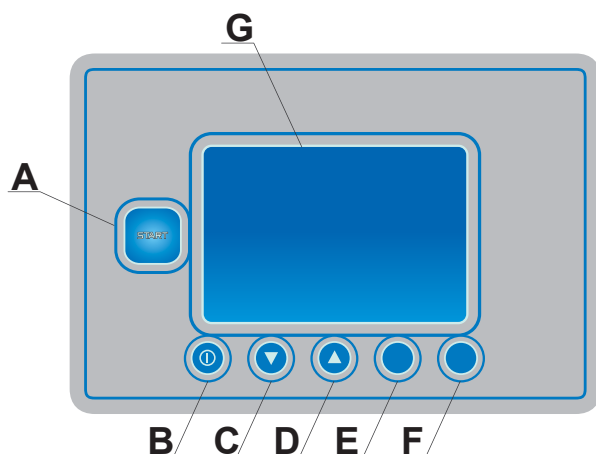

fig. 7
- Aprire il rubinetto dell'acqua (o i due rubinetti se la macchina è collegata separatamente ad acqua calda e ad acqua fredda), azionare l'interruttore generale a muro e procedere all'accensione della macchina premendo il tasto **B ON/OFF** (vedi fig. 7). Si accenderà il display, segnalando la revisione del software ed il tasto **A START** sarà di colore bianco. Dopo alcuni secondi il display e il tasto **A START** diventeranno di colore rosso e verrà indicato che è in corso la fase di riempimento. Se le macchine sono fornite di Break Tank certificato WRAS, la fase di riempimento della vasca è allungata.
- Selezionare il tempo del ciclo di lavaggio tramite i tasti **C/D** (vedi fig. 7). Il display indicherà il ciclo prescelto.
- Avviare il ciclo premendo il tasto **A START** (vedi fig. 7). L'avvio del ciclo verrà segnalato dal cambio di colore del display e del tasto **A START**, che dal colore blu passeranno al colore verde. A fine ciclo il tasto **A START** lampeggerà (verde/blu) e sul display comparirà la scritta **FINE CICLO**.
N.B.: La macchina non accetta altri cicli fino a che non viene aperta la porta o premuto per due volte il tasto **A START** (vedi fig. 7).